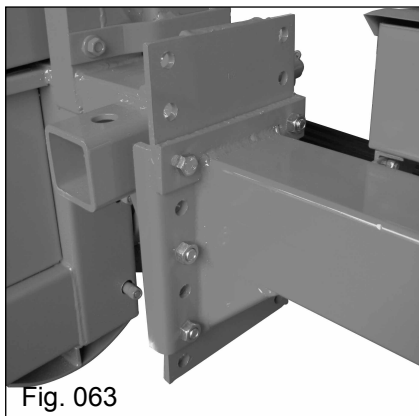

Fig. 063
d) Altere a posição de fixação da torre do terceiro ponto, posicionando os parafusos no primeiro, terceiro e quinto furo de baixo para cima na barra de regulagem de altura do chassi da colhedora (Fig. 063 e 064).